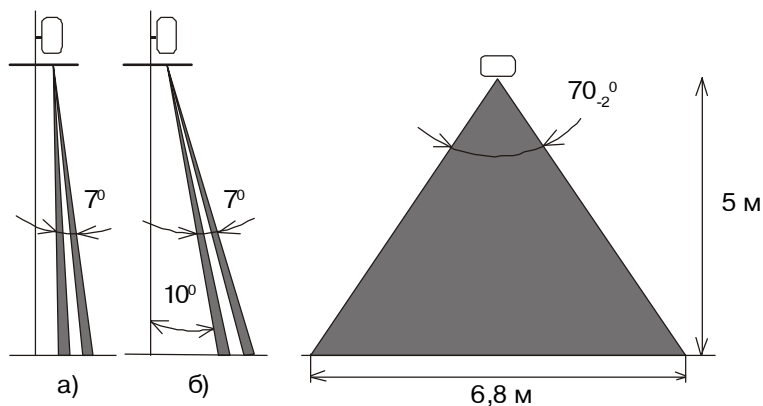

Рисунок 24. Диаграмма зоны обнаружения
Конструкция прибора позволяет перемещением основания по кронштейну сдвинуть зону обнаружения от стены, а также изменять ее положение в вертикальной плоскости при перевороте линзы. Конструкцией предусмотрен поворот зоны обнаружения в вертикальной плоскости на 10° (рисунок 24б). Для этого необходимо:
- снимите крышку, вывернув при помощи отвертки винт, расположенный в нижней части основания извещателя (рис.24).